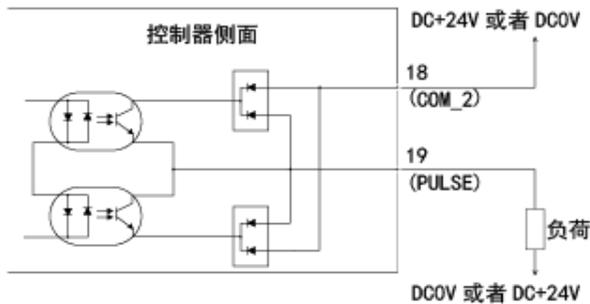

图28
③ 输出信号 II
关于“旋转脉冲 (PULSE)”的输出信号，请参考图28。输出电流流向两个方向 (sink、Source)。电压和电流规格 • 外加电压 (V) \leq DC+30V • 工作电流 (Ip) \leq 50mA